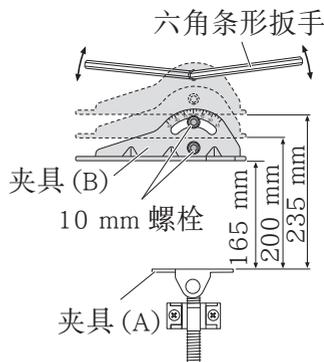

图 8
(1) 本工具可以 0 度或 45 度的斜角进行切割。
(2) 松开夹具 (B) 上的两个 M10 六角形套筒扳手头螺栓, 然后将夹具卡爪上的工作表面设于 0 度、30 度或 45 度中的任意一个角度。完成设定之后, 拧紧两个 M 10 六角形套筒扳手头螺栓。
3. 移动夹具的固定卡爪 (图 8)